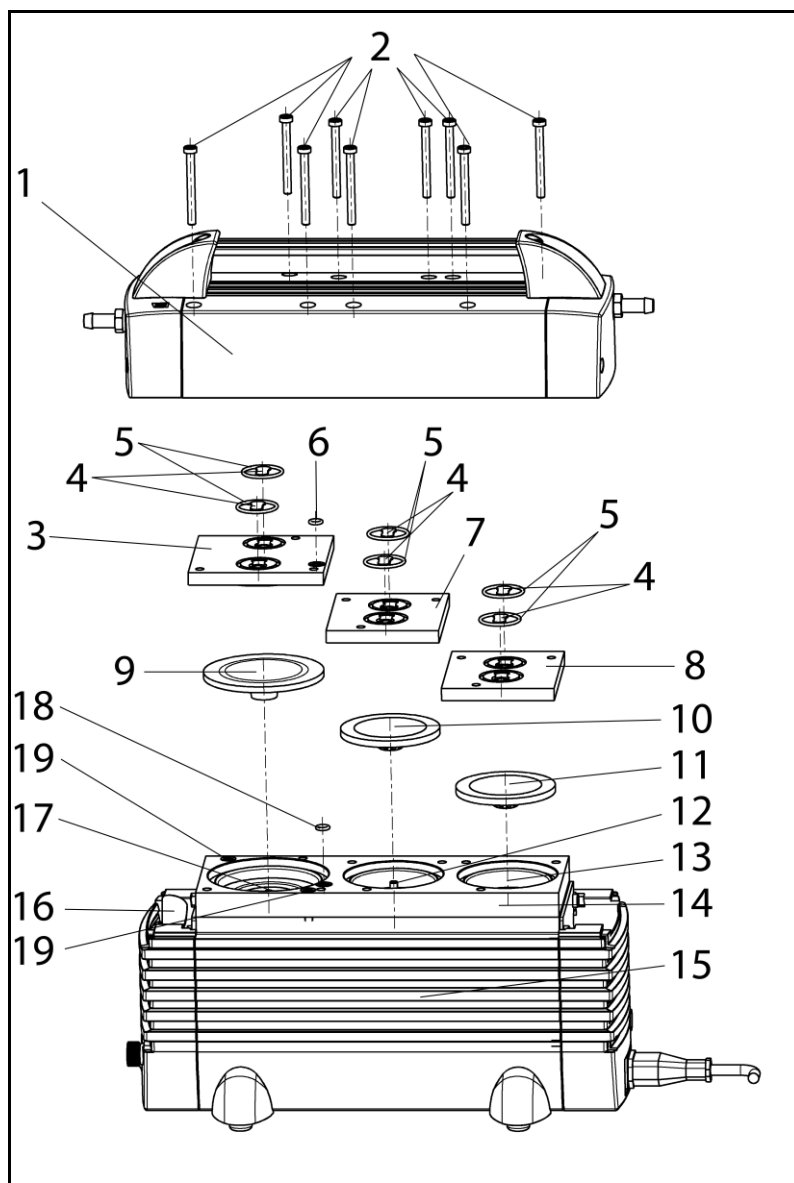

Fig. 6: Schéma éclaté N 920 AP.18 / N 920 AP.29.18
1. Desserrer les 9 vis de fixation (2) et retirer le recouvrement de tête (1) du corps de pompe (15) (voir fig. 6)
2. Repérer la culasse (3) et le support de membrane (14) avec un trait continu au feutre. Cela permettra d'éviter un mauvais positionnement des pièces lors du remontage de la pompe.
3. Repérer la culasse (7) et le support de membrane (14) avec deux traits continus au feutre.
4. Repérer la culasse (8) et le support de membrane (14) avec trois traits continus au feutre.
5. Retirer les culasses (3), (7) et (8) du support de membrane.
- i** Le côté supérieur et le côté inférieur des plaques soupapes sont identiques. Pour l'emplacement correct : voir fig. 6.
3. Insérer le nouveau joint torique (6) dans la culasse (3).
4. Poser les culasses (3), (7) et (8) sur le support de membrane (14) selon les repères au feutre.
5. Poser le recouvrement de tête (1) sur le corps de pompe (15) ; serrer les vis de fixation (2) à la main en quinconce.